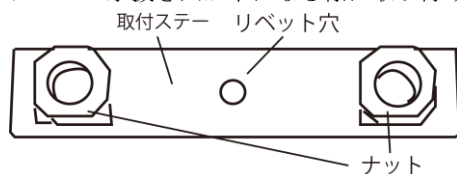
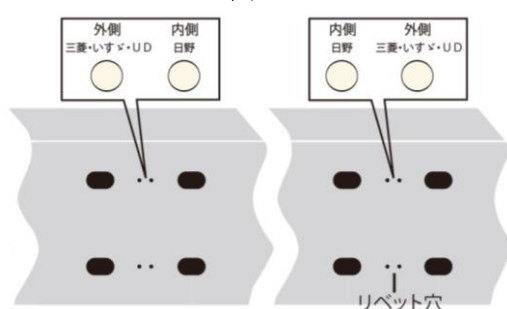

図2
図3
- ②図2, 3を参考に、取付ステーとアルミ・リア・バンパーのリベット穴の位置を合わせて、付属のリベットをリベット穴に挿入し、リベッターを使用して固定してください。日野/三菱・いすゞ・UDで取付ステーの固定位置が異なります。図3を参考に固定してください。